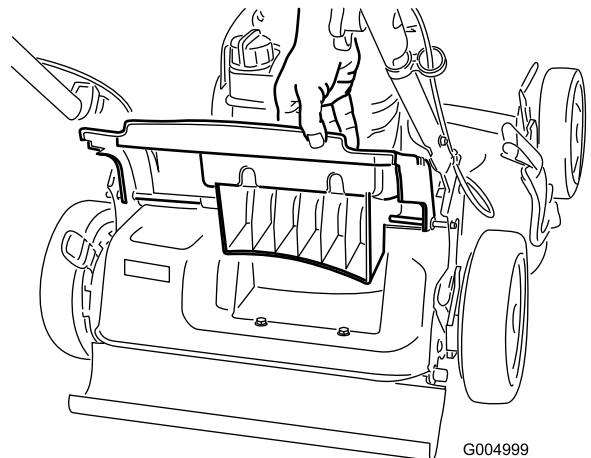

Figure 14
1. Soulevez le volet arrière et gardez-le dans cette position (Figure 14).